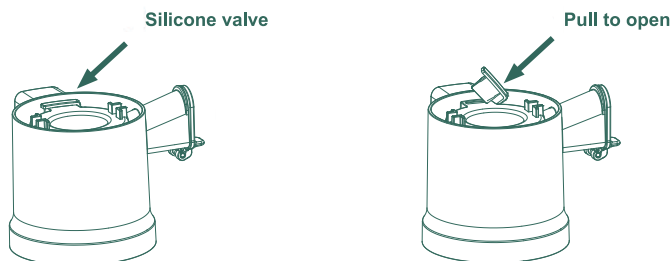

Fig. 15
3. Limpie la válvula de silicona debajo del tazón de extracción. Retire la válvula de silicona como se muestra en (Fig. 15) para facilitar la eliminación de pulpa y límpiela bajo agua corriente.